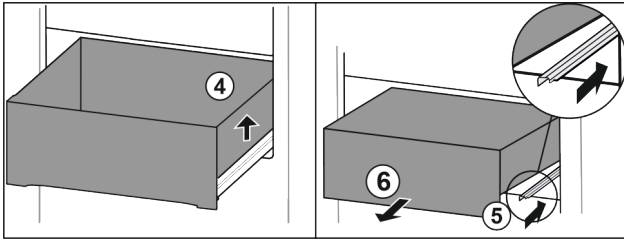

Fig. 78
- ▶ Приподнимите выдвижной ящик справа. Fig. 78 (4)
- ▶ Вставьте правую направляющую. Fig. 78 (5)
- ▶ Извлеките выдвижной ящик движением вперед. Fig. 78 (6)